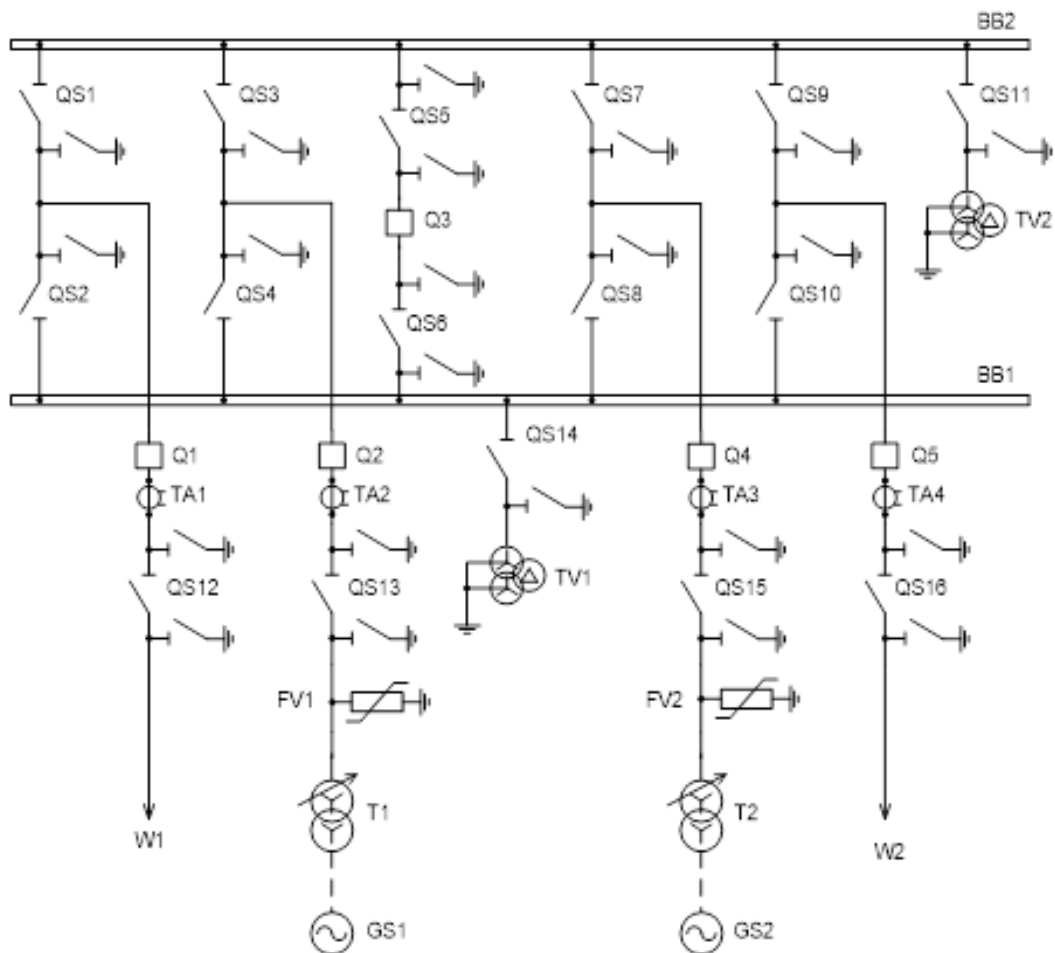

Рисунок 7.1 – Электрическая схема соединений РУ с двумя системами сборных шин с шиносоединительным выключателем Q1
4. Соберите схему (рисунок 7.1).